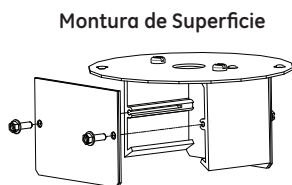

Figura 2
1. Remueva la cubierta de accesorios (Vea figura 2).